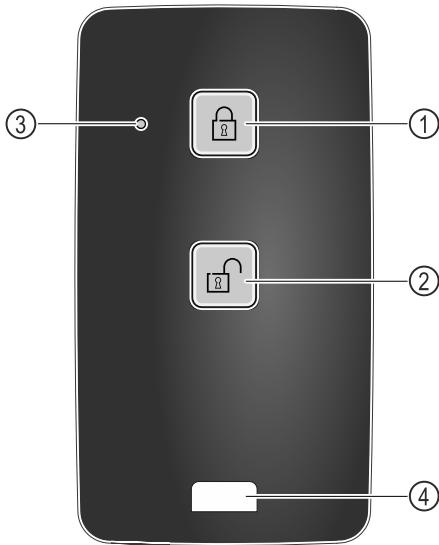

Fig. 139
- (1) Slot vergrendelen (3) Statusled
(2) Slot ontgrendelen (4) Bevestigingssoog
- ▶ Toets Fig. 139 (1) op de afstandsbediening indrukken.
- ▶ Toets Fig. 139 (2) op de afstandsbediening indrukken.
- ▶ Statusled Fig. 139 (3) geeft bij indrukken van een toets een optische terugmelding.
- ▶ Oog Fig. 139 (4) voor de bevestiging van de afstandsbediening, bijvoorbeeld aan een sleutelbos.